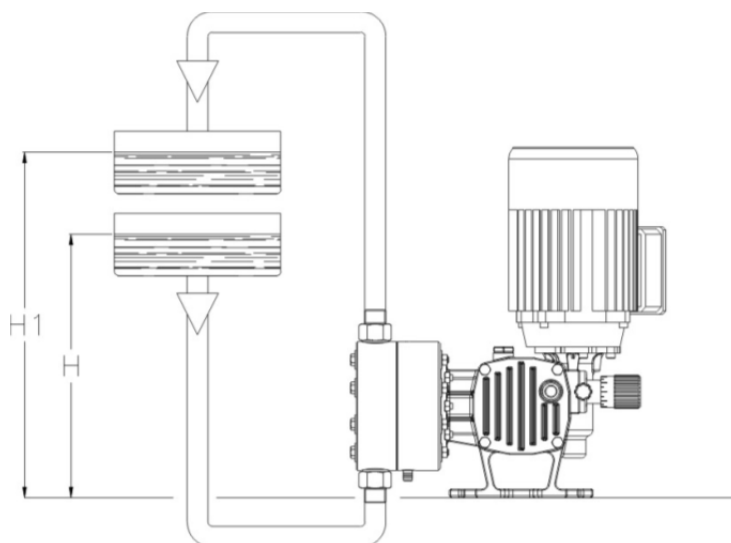

Рис. 6 – идеальный вариант установки
- Уровень забора реагента (Н – Рис. 6)
- Уровень сброса реагента (Н1 – Рис. 6)